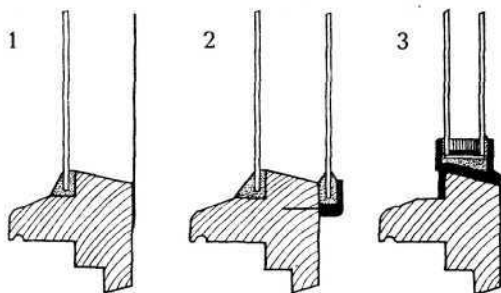

Рис. 6. Устройство дополнительной теплоизоляции:
**Улучшение теплоизоляционных свойств окна.** Окна с одинарным остеклением вовсе необязательно заменять из-за их плохой теплоизоляции. Для повышения теплоизоляционных свойств можно использовать светопрозрачную пленку, которая похожа на обычную бытовую пленку; ее приклеивают к створкам двухсторонней клейкой лентой (рис. 6). Вместе со стеклом она образует воздушную подушку. После приклеивания пленочный материал необходимо натянуть. Для этого можно использовать ручной фен, от теплого воздуха которого пленка немного натягивается, а маленькие волны и складки разглаживаются. Крепление пленки в сухую и холодную погоду снижает риск появления конденсата, так как в это время воздух, образовавший воздушную подушку между стеклом и пленкой, имеет наименьший показатель влажности. При креплении пленки следует следить за тем, чтобы пленка была приклеена плотно по всему